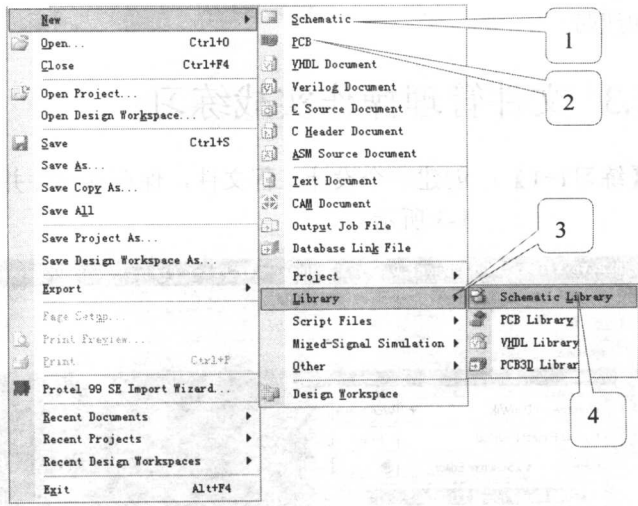

图 1-5 执行创建电路板设计文件的命令菜单
2. 按照图 1-5 中的顺序重复类似步骤 1 的操作执行相应的菜单命令，即可完成设计文件的创建。